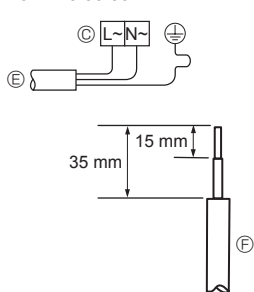
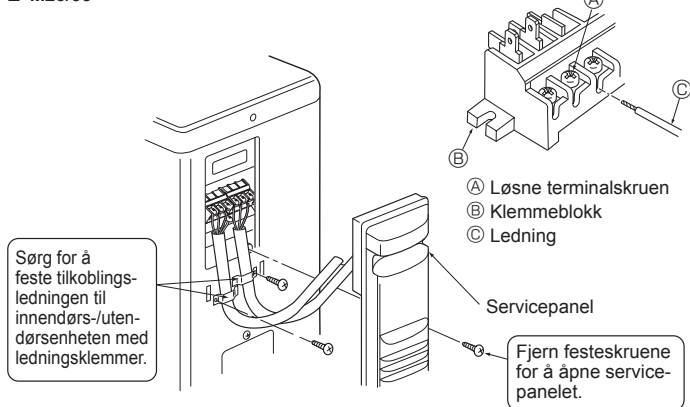
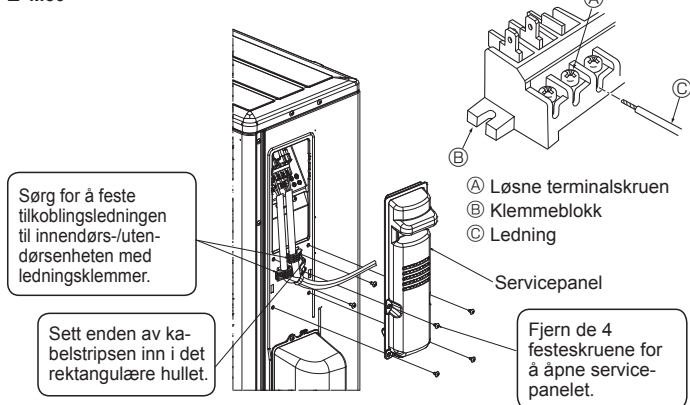
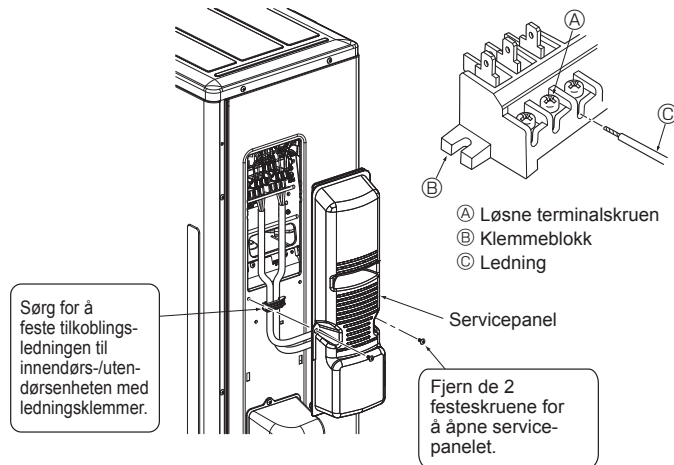

Fig. 6-2
Fig. 6-3
Fig. 6-4
Fig. 6-5
6.1. Utendørsenhet (Fig. 6-1, Fig. 6-2, Fig. 6-3, Fig. 6-4, Fig. 6-5)
- ① Fjern servicepanelet.
- ② Kople til kablene med henvisning til Fig. 6-1, Fig. 6-2, Fig. 6-3, Fig. 6-4 og Fig. 6-5.
- Utfør kabling som vist i figuren nede til venstre. (Anskaff kabelen lokalt) (Fig. 6-2) Sørg for kun å bruke kabler med korrekt polaritet.